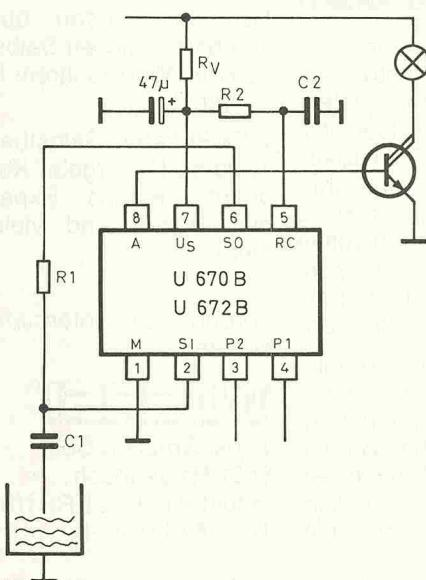
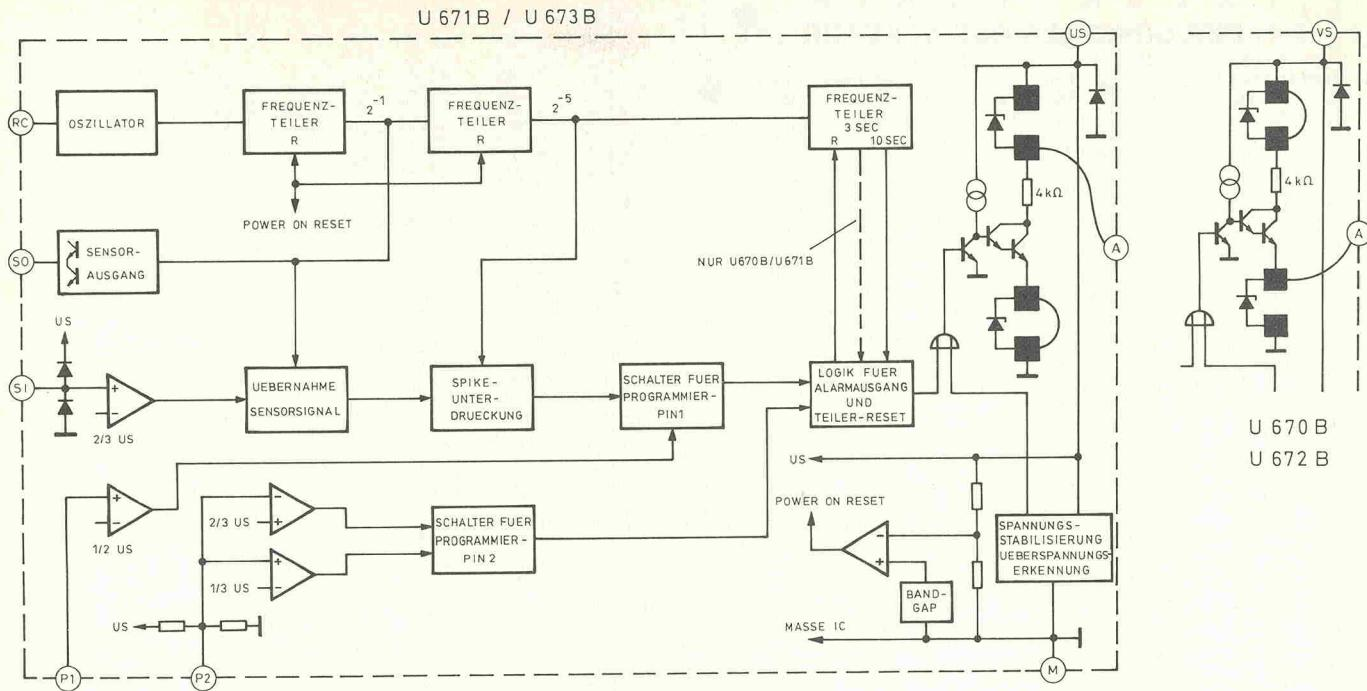

Bild 1. Mit spärlicher Außenbeschaltung lässt sich eine wirksame Füllstandsüberwachung aufbauen.
Bild 2. Ob die Schaltung zum Ansteuern von NPN- oder PNP-Darlington dient, wird bei der Herstellung lediglich durch unterschiedliches Bonden festgelegt.
Die ICs U 670... enthalten folglich einen Oszillator, der für die geeignete Sensoransteuerung sorgt. Bild 1 zeigt die komplette Außenbeschaltung, Bild 2 das Innenleben des ICs. An Pin 5 (RC) liegt das frequenzbestimmende RC-Glied des Oszillators, das aus R2 und C2 gebildet wird.